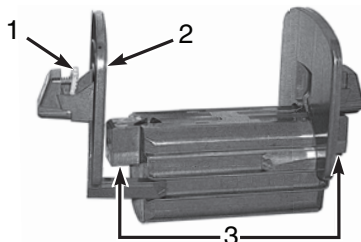

Figure 15, Porte matériel
1. Retirez le porte matériel (**Figure 15**) de l'imprimante en le soulevant et en le retirant du cadre.
Des contacts électriques sont situés sous la patte latérale (Figure 15, 3) sur les deux côtés du porte matériel. Faites attention à ne pas endommager ces contacts électriques ou bien l'imprimante Brady IP sera incapable de lire la marque d'identification du matériel sur les étiquettes.
2. Appuyez et maintenez la patte verte (**Figure 15, 1**) sur le porte matériel et glissez la pièce de bout (**Figure 15, 2**) vers l'extérieur.